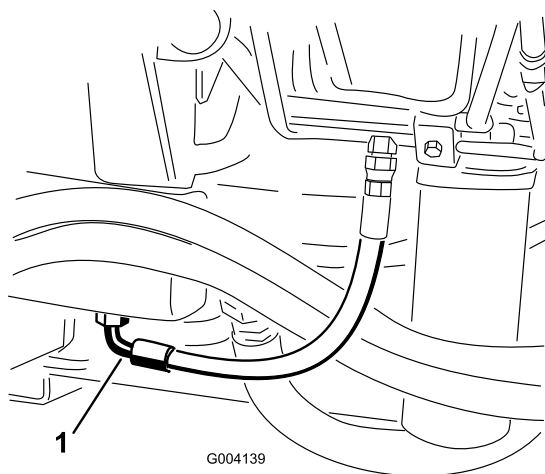

図 76
2. タンク（図 76）の下についているフィッティングの下に、オイルを受ける大型の容器を置く。